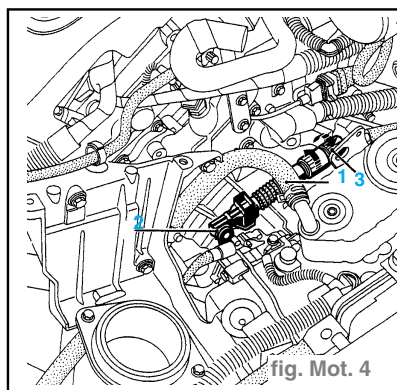

fig. Mot. 4
- la durit (1), (fig. Mot. 4)
- la rotule (2) du câble de CMF (Contacteur Multifonction),
- le câble (3) de contacteur multifonction en déverrouillant l'arrêt de gaine.